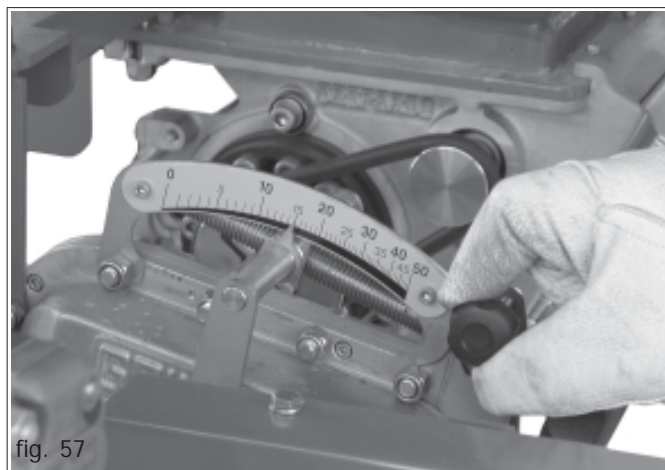

fig. 57
- Desserrer la vis de fixation placée sur le régleur de la boîte de vitesse (Fig. 57)...